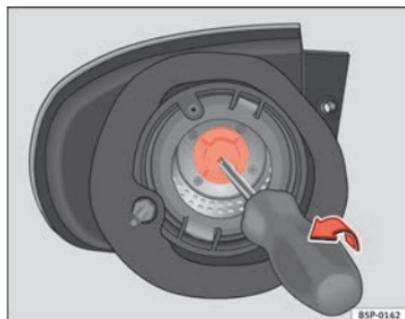

Abb. 199 Blinklicht
- Nehmen Sie den Lampenträger des Blinkers mit einem Schraubendreher in Pfeilrichtung heraus ⇒ Abb. 199.